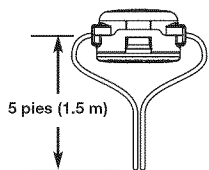

Fig. 17
2. Utilizando una línea de reemplazo de 10.5 pies (3.2 m). Empuje un extremo de la línea a través de uno de los ojete hasta que salga por el lado opuesto. Continúe empujando o tirando de la línea hasta que la línea quede distribuida uniformemente, de manera que se vea aproximadamente 5 pies (1.5 m) desde ambos lados del cabezal de corte (Fig. 17).